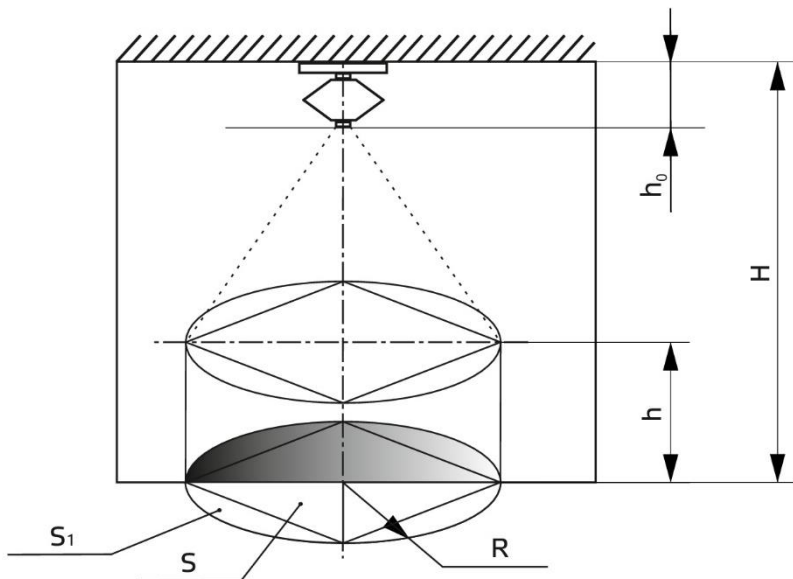

Рис. 1 – Размещение МПП «Гарант-12» при тушении очагов пожара класса «А» и «В» на защищаемой площади и в объеме.
1. Защищаемая площадь имеет форму круга, с размещением выпускного узла модуля над его центром (рис. 1).